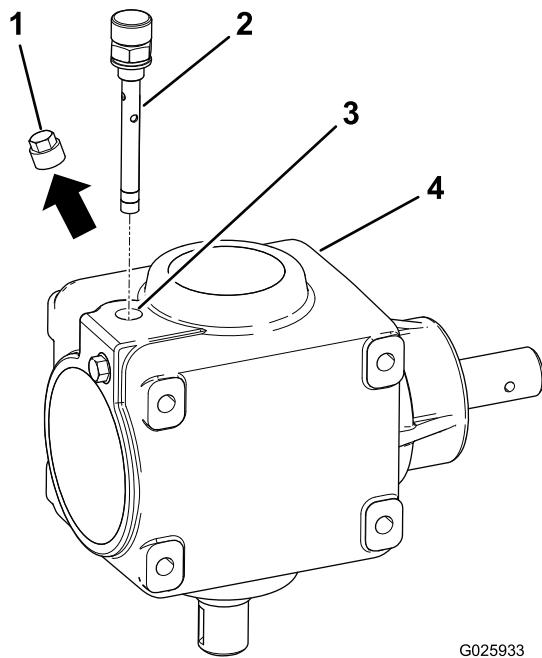

Figura 2
2. Togliete il tappo pieno installato nella scatola ingranaggi, come illustrato in Figura 2, ed eliminatelo.
4. Montate lo sfiatatoio nel foro (**Figura 2**) e serratelo a 8,1–10,8 N·m.